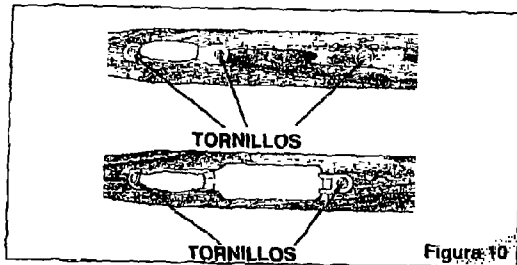

Figura 10
4. Retire los tornillos del guardamonte del gatillo. Vea la Figura 10